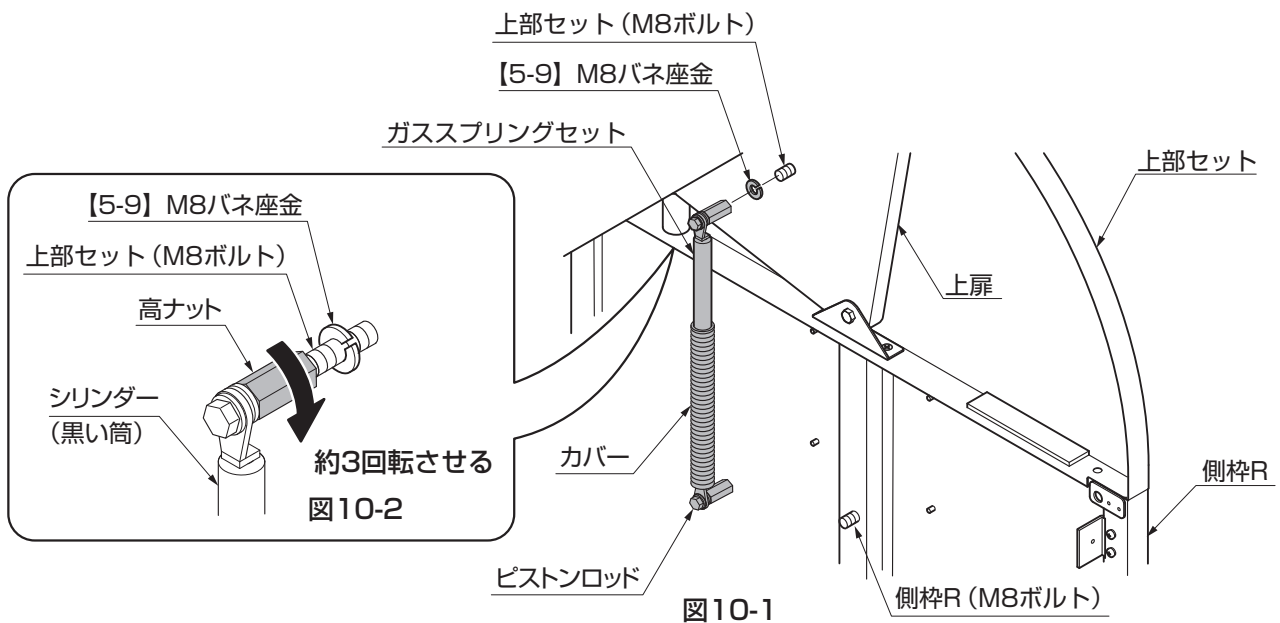

図10-1
- ①上部セット上扉のM8ボルトに【5-9】を挿入し、ガススプリングセット上側の高ナットを約3回転だけねじ込んでガススプリングセット上側を仮止めしてください。(図10-1、図10-2参照)
- ガススプリングセットには、上下があります。シリンダー（黒い筒）が上になるように取付けてください。(図10-1、図10-2参照)